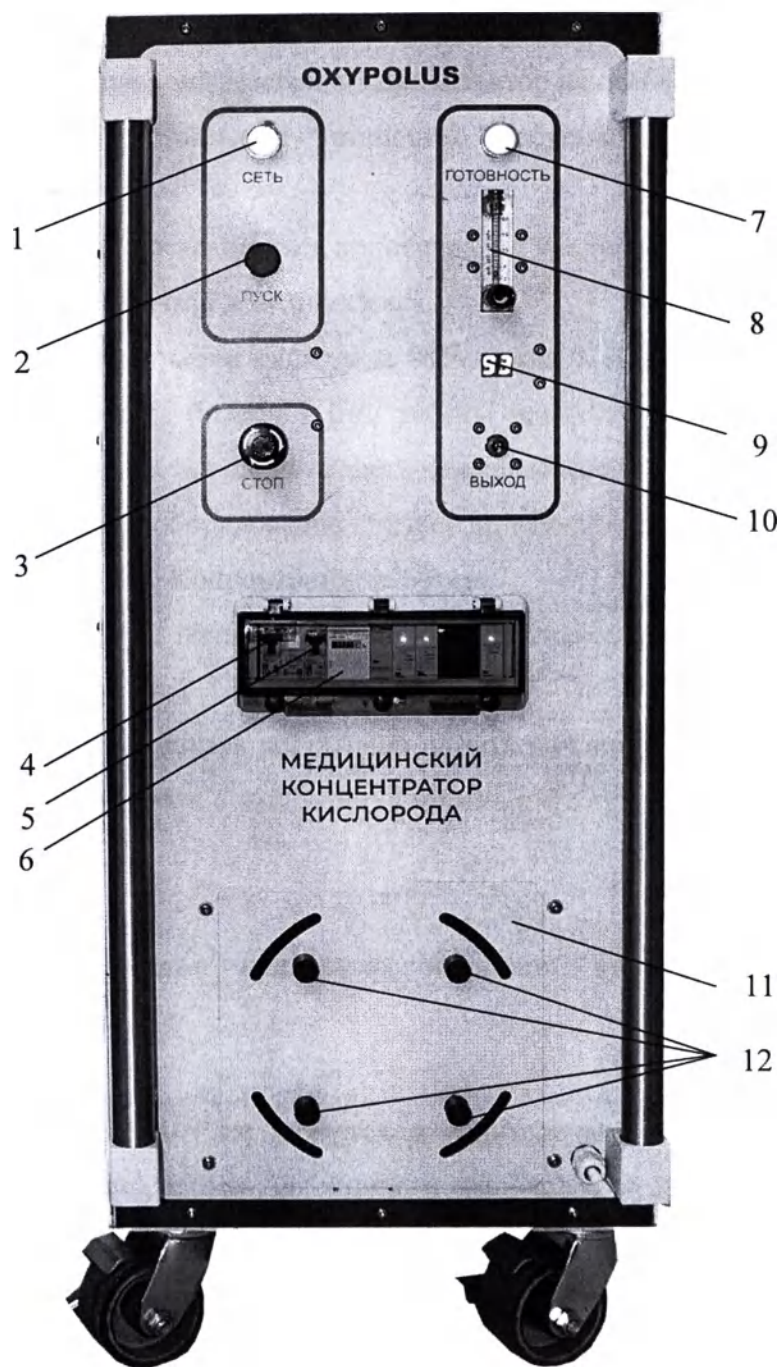

Рис. 3. Передняя панель концентратора.
На передней панели концентратора (рис. 3) расположены органы управления и индикации:
2. Замену картриджа воздушного фильтра (тип картриджа: фильтр воздушный для ВАЗ 2101-2015 с карбюраторным двигателем). Для замены следует выкрутить четыре глухих гайки 12 на передней панели (см. рис. 3), снять крышку фильтра 11, извлечь поролоновую звукоизолирующую вставку, извлечь отработанный картридж, вставить на его место новый картридж, разместить поверх него поролоновую звукоизолирующую вставку, надеть крышку фильтра на шпильки и закрутить четыре глухих гайки.